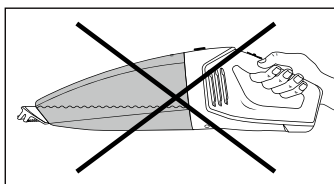

Rys. 3
- ▶ Jeśli doszło do zassania płynów, należy przenosić urządzenie zawsze dyszą do odkurzania na mokro **1** skierowaną w dół (patrz rys. 3):